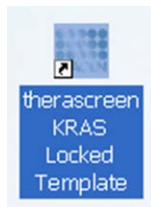

Figura 11. Icono “theascreen KRAS Locked Template” (Molde bloqueado para KRAS de theascreen).
12. Inicie el software Rotor-Gene Q MDx 5plex HRM. Para ello, haga doble clic en el icono theascreen KRAS Locked Template (Molde bloqueado para KRAS de theascreen) situado en el escritorio del ordenador portátil conectado al equipo Rotor-Gene Q MDx 5plex HRM (figura 11).